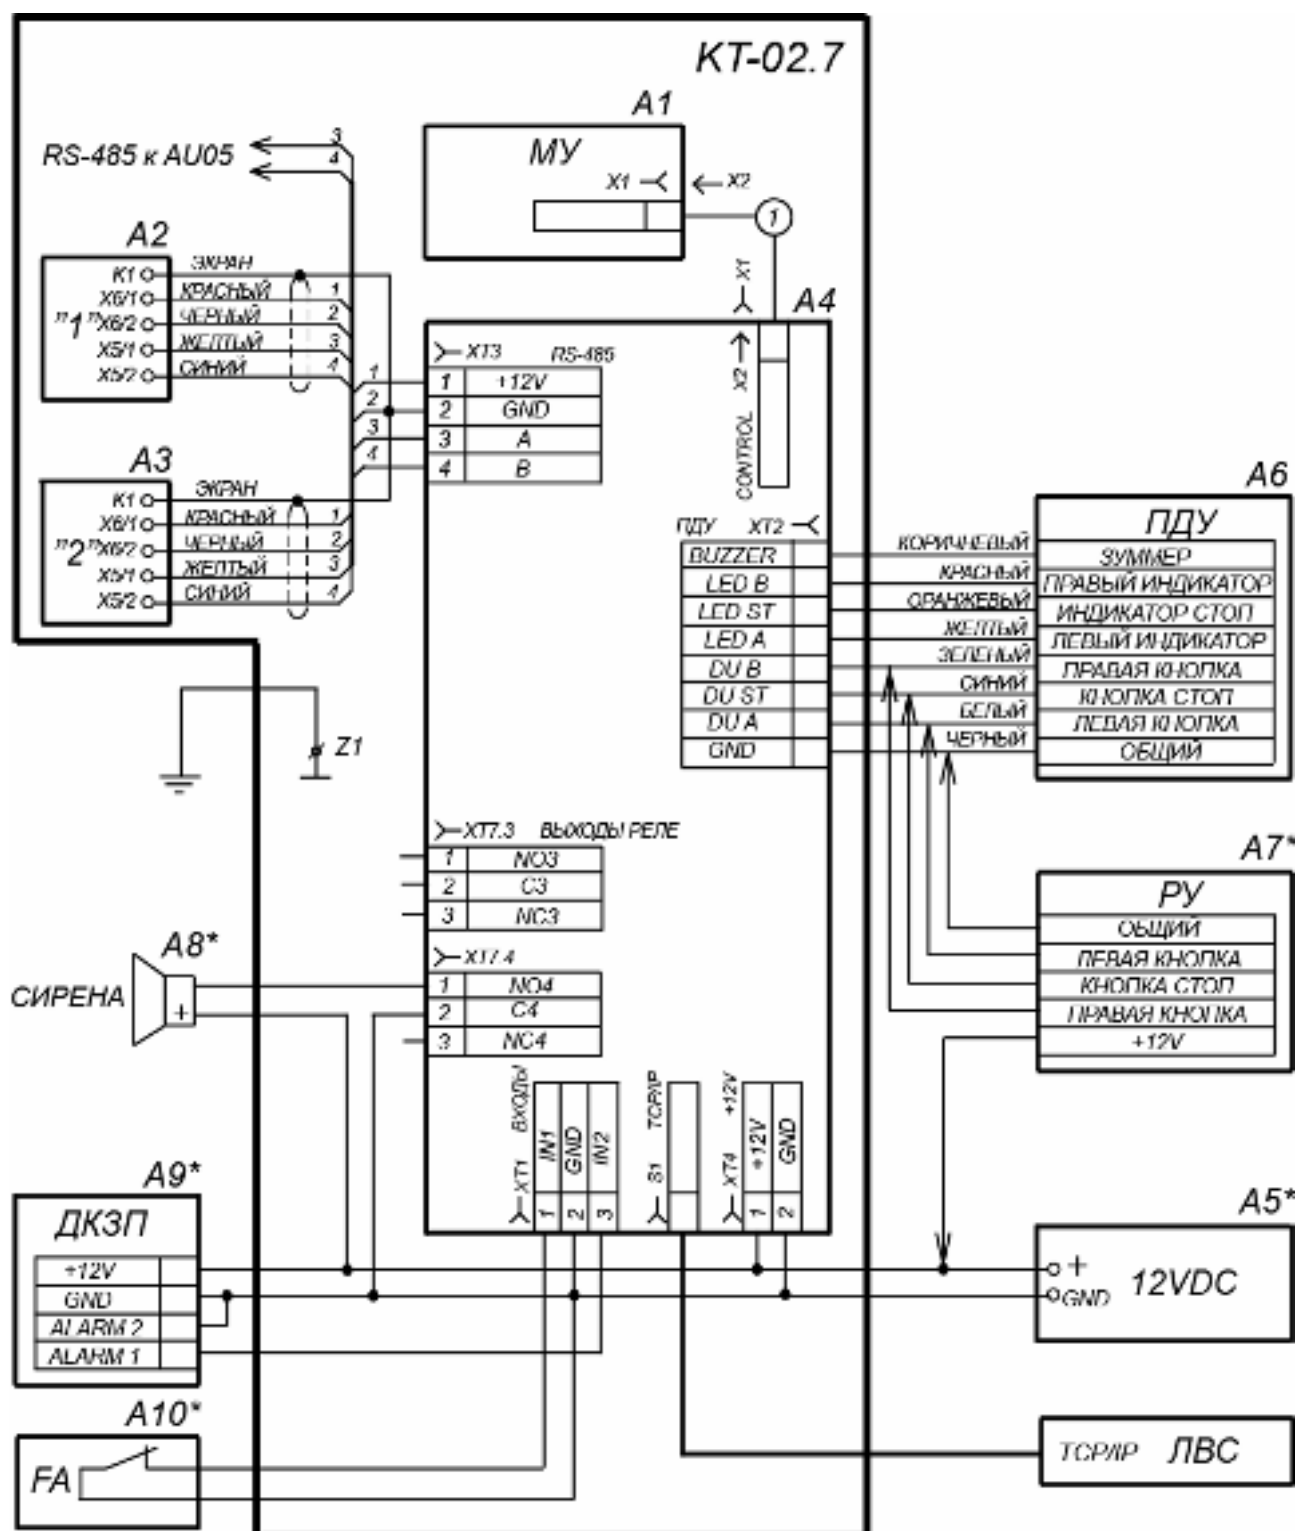

Рисунок 12. Схема подключения ЭП и дополнительного оборудования¹
Расположение клеммных колодок на плате контроллера ЭП показано на рис. 5, назначение контактов клеммных колодок указано в табл. 1. Схема подключения приведена на рис. 12. Используемые при подключении типы кабелей указаны в табл. 4. При монтаже ЭП придерживайтесь следующей последовательности действий:
8. Снимите крышку турникета (3), открыв ключом замок (4) (см. раздел 5.4).
9. Подключите кабель питания (12) к клеммной колодке ХТ4 на плате контроллера. Подключите кабель (10) ПДУ (9) к клеммной колодке ХТ2. Подключите, при необходимости, кабели от других устройств к соответствующим клеммным колодкам платы контроллера (см. рис. 5 и рис. 12).
- позиционные обозначения A1-A4 – указаны на рис.12.